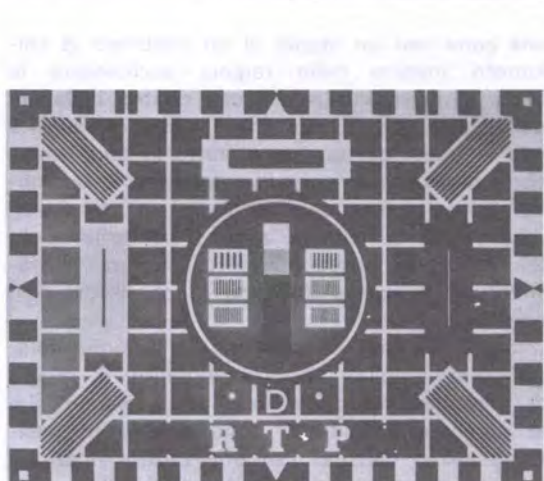

Fig. 4 Il PORTOGALLO impiega questo monoscopio facilmente identificabile per la sigla R.T.P.
**Fig. 4 -** Chissà? Forse anche voi potrete avere la fortuna di seguire, come è a noi capitato sul canale B, un'intera partita di calcio proveniente da ben 1.000 chilometri di distanza.